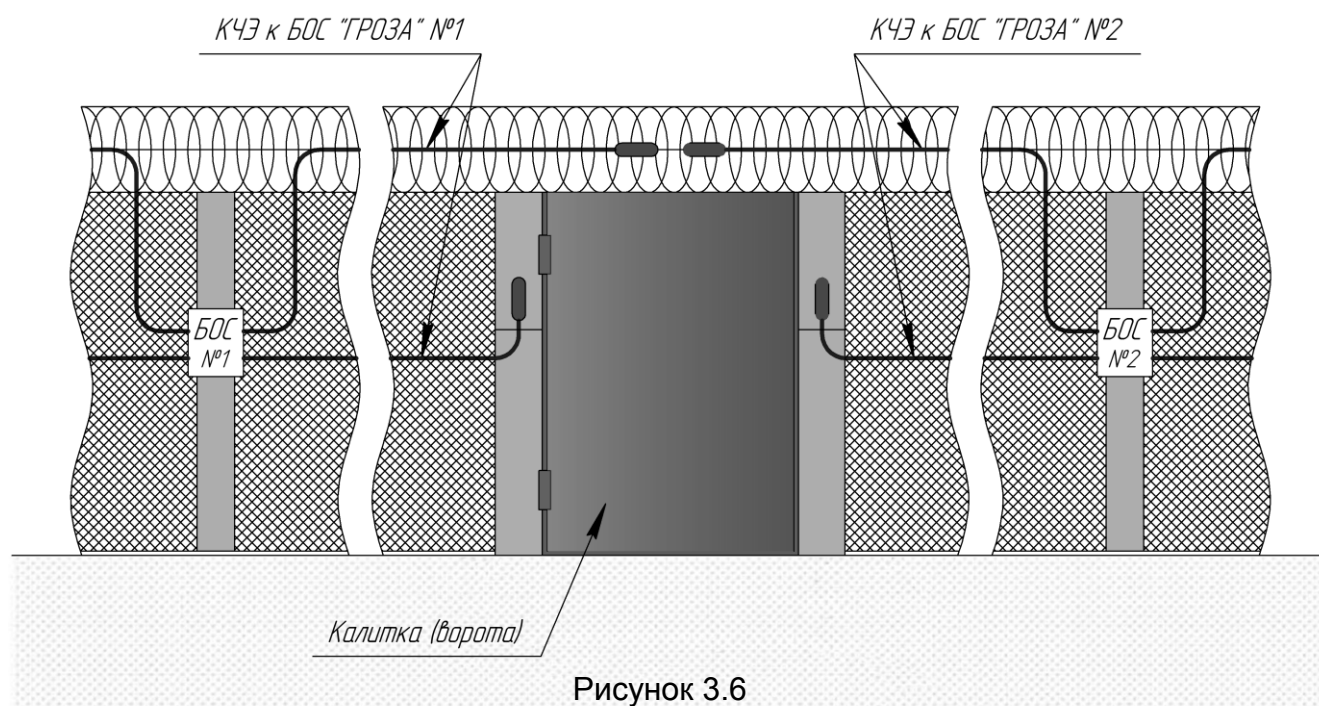

Рисунок 3.6
3.7.1 При наличии на периметре объекта одной калитки или одних ворот, или совмещенного комплекта калитка – ворота следует избегать их обхода, располагая оконечные устройства КЧЭ около них (рисунок 3.6).
3.7.2 При наличии на периметре объекта двух калиток или двух ворот, или двух совмещенных комплектов калитка – ворота следует так же избегать их обхода, располагая оконечные устройства КЧЭ около них (рисунок 3.6). При этом суммарные длины КЧЭ не изменятся. Аналогично монтируются КЧЭ при наличии большего количества калиток и ворот.